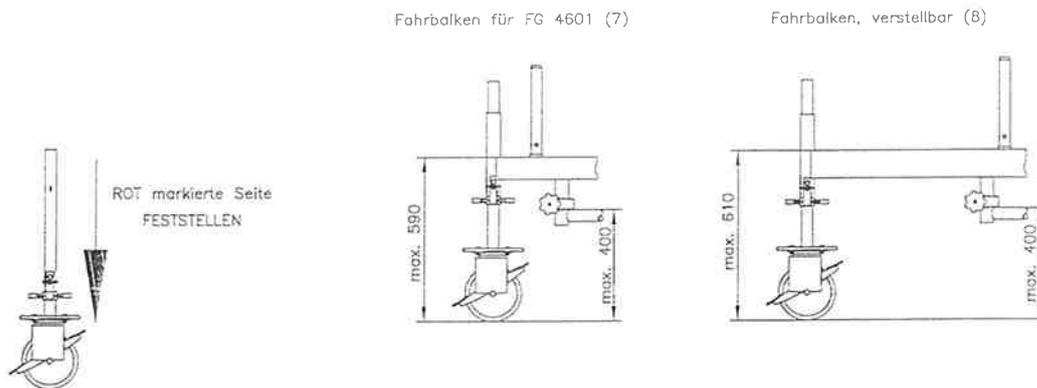

Bild 6a - Fahrrolle / max. Ausspindelung ohne Einstiegsbelag
- ⇒ Die Fahrrollen (13) sind mit einem doppelseitigen Hebel zum Feststellen bzw. Lösen der Rolle versehen.
- ⇒ Die Fahrrolle (13) hat eine Tragfähigkeit von 11,9 kN und kann bei allen Gerüsttypen der Fahrgerüstreihe 46 zum Einsatz kommen.
- ⇒ Die an der Fahrrolle vorhandene Spindel dient dem Höhenausgleich und damit dem vertikalen Ausrichten des Gerüsts. Beim Ausspindeln ist zu beachten, dass der Abstand der ersten Sprosse zum Boden nicht mehr als 400mm beträgt (Bild 6a).